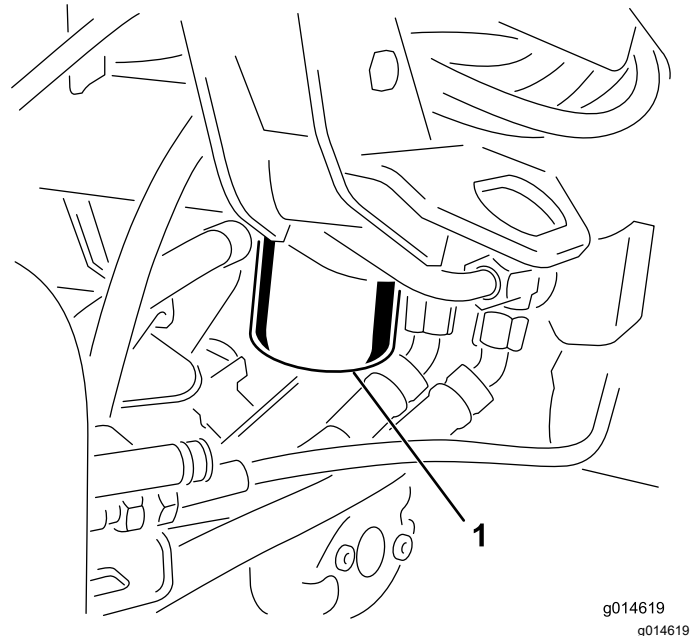

Figura 45
1. Limpie la zona de montaje del filtro (Figura 45). Coloque un recipiente debajo del filtro y retire el filtro.